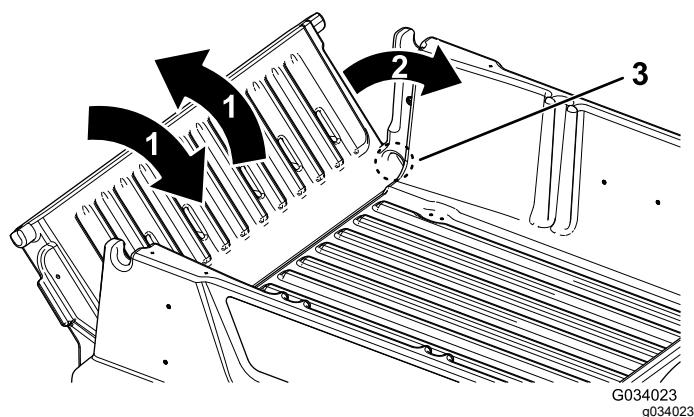

Figura 14
2. Gire el portón trasero a un ángulo de 45° aproximadamente (Figura 14).
3. Mueva el portón trasero varias veces hacia adelante y hacia atrás, con breves sacudidas (Figura 14).